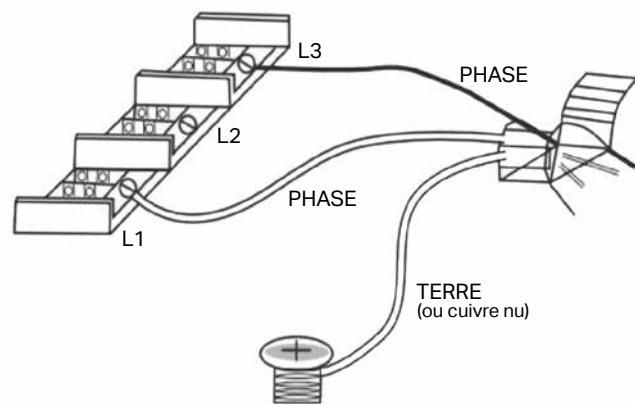

Figure 7
Retirer les vis du panneau pour accéder au bloc d'alimentation; voir la Figure 7.
3. Tirer suffisamment de fil dans le radiateur et le brancher au bloc d'alimentation situé dans la zone des composants électriques du radiateur; voir la **Figure 7**.